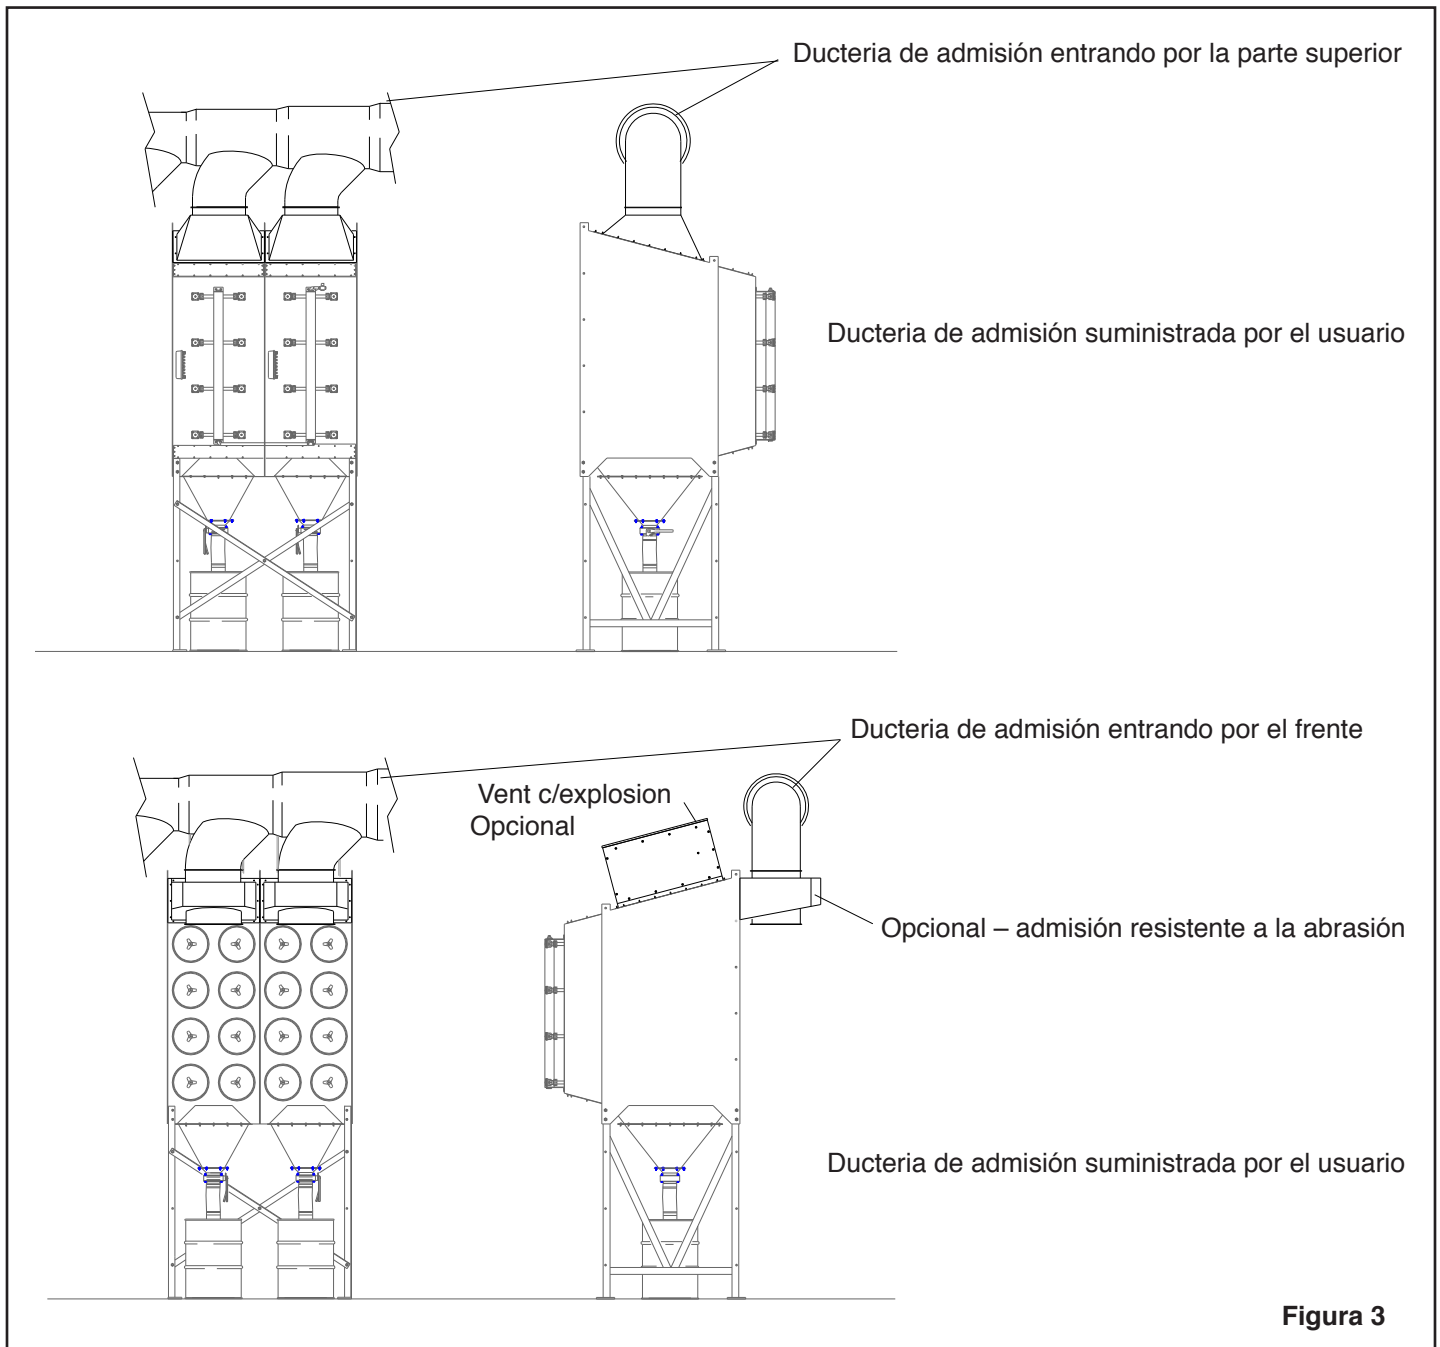

Figura 3
2.6.4.1 La ilustración en la Figura 3 muestra una típica ducteria de entrada. La ilustración es para referencia solamente. No debe utilizarse para fabricar ducterias específicas.